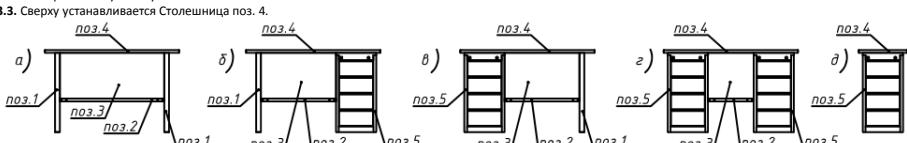
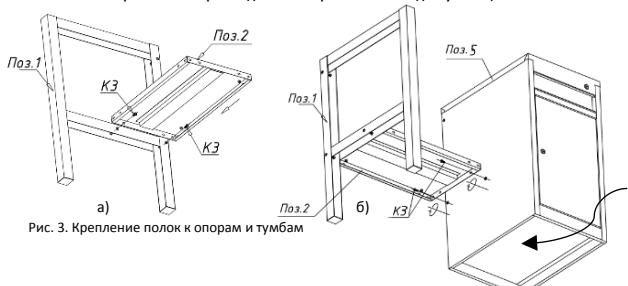

Рис. 1. Схема компоновки и устройства верстаков ML
Рис. 3. Крепление полок к опорам и тумбам
- Верстак (см. рис. 1) состоит из Опор поз. 1 или Тумб поз. 5, либо Опоры и Тумбы вместе.
\*Для мини столешницы тип C2 (см. рис. 1, д) кол-во саморезов 6 шт.
5.3. Комплект крепежа и полки для тумб ML0/ML1 находятся в нише основания тумбы (см. рис. 3, б).
5.4. Прикрепите Полку поз. 2 к Опорам поз. 1 (см. рис. 3, а) или Тумбам поз. 5 (см. рис. 3, б), с помощью винтов К3 согласно своей схемы компоновки (см. рис. 1).